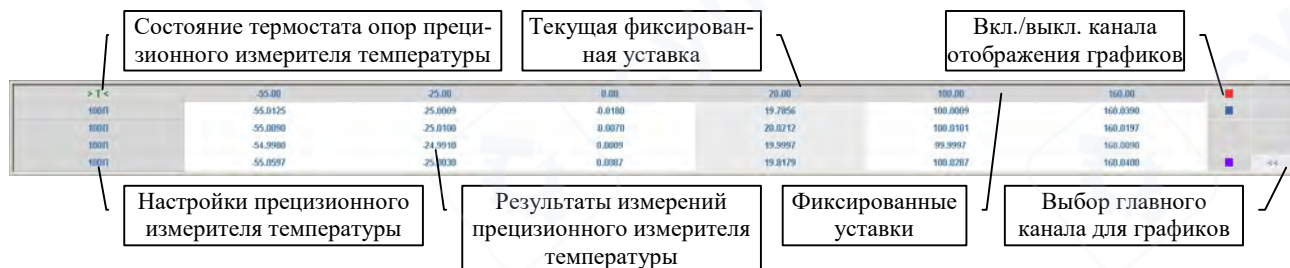

Рис. 13
4.4.5 Для задания фиксированных уставок калибратора, отображения результатов измерений, а также настройки прецизионного измерителя температуры служит область программы, показанная на рис. 13.